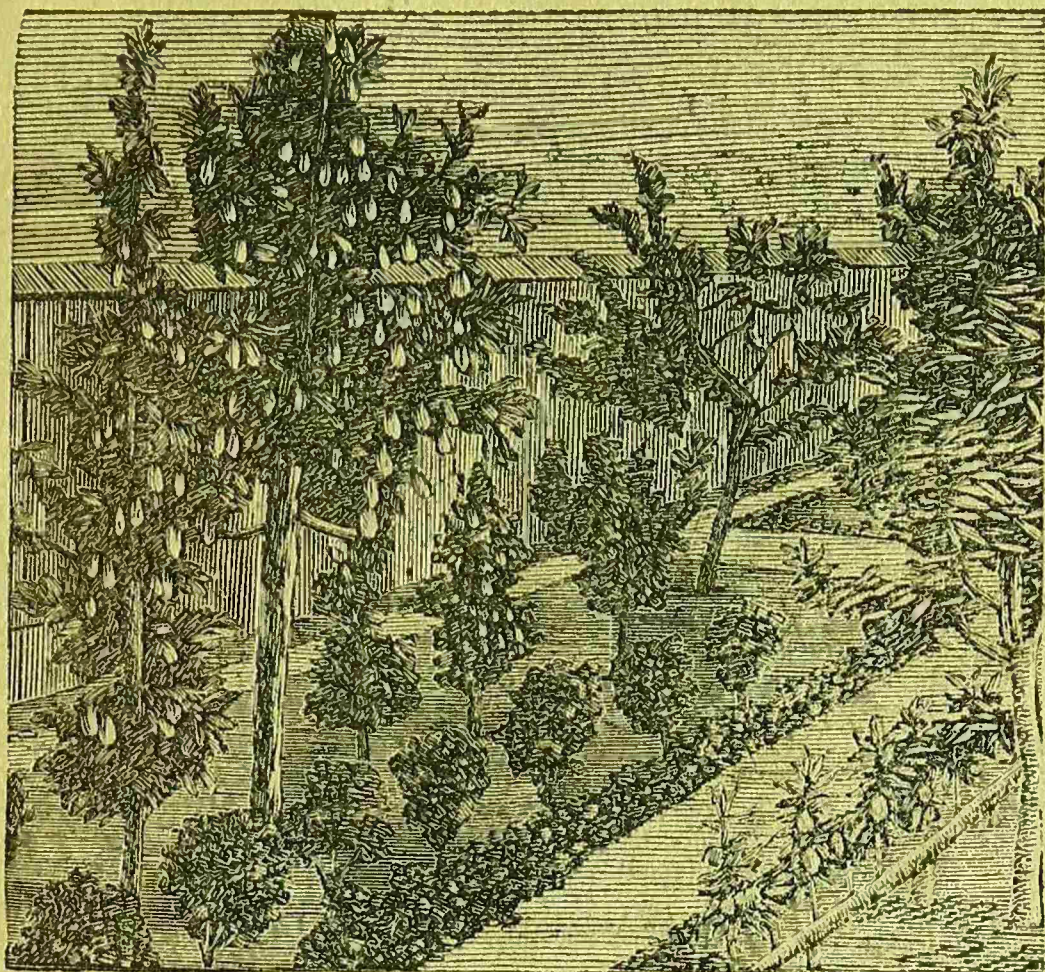
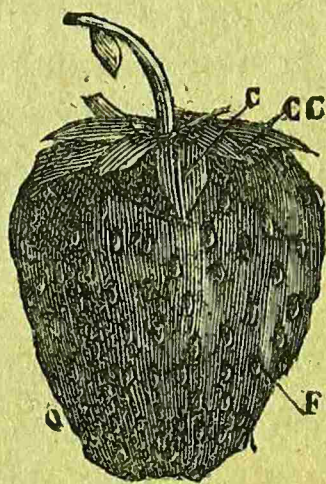

Fig. 58.
Fig. 59.
42.—Las frutas de la huerta.—Las primeras frutas que se maduran (fig. 59) son las fresas olorosas; ya en el mes de Mayo pueden buscarse en las hojas de los fresales cultivados en camellos (fig. 58).